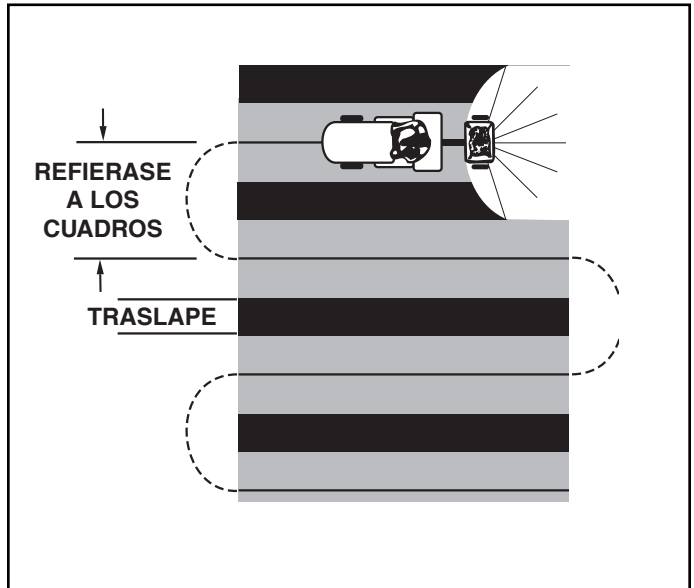

FIGURA 17
10. Para garantizar un cubrimiento uniforme, realice cada pasada superponiendo ligeramente el patrón de lanzamiento de la pasada anterior, según se muestra en la figura 17. Los anchos aproximados de lanzamiento para los diferentes materiales, se muestran en el cuadro de aplicación en esta página.